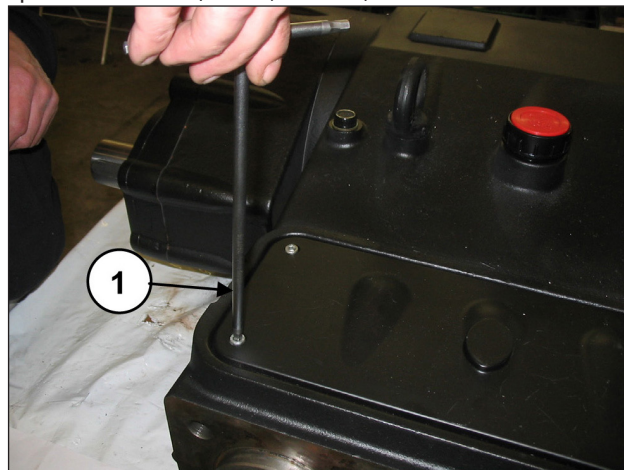

Рис. 133
Снимите верхнюю смотровую крышку, открутив 4 крепежных винта (поз. ①, Рис. 133).